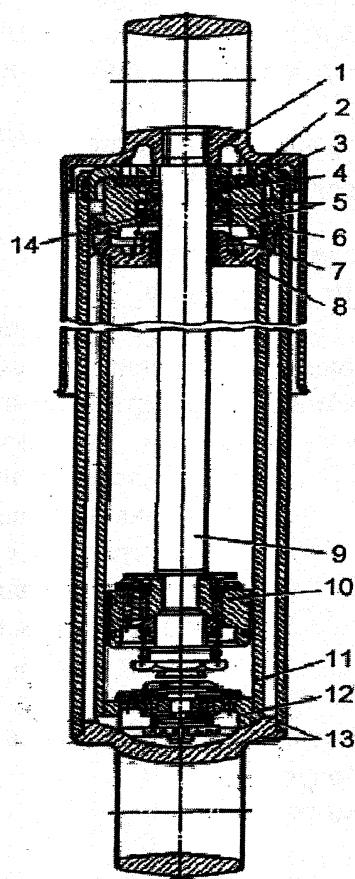
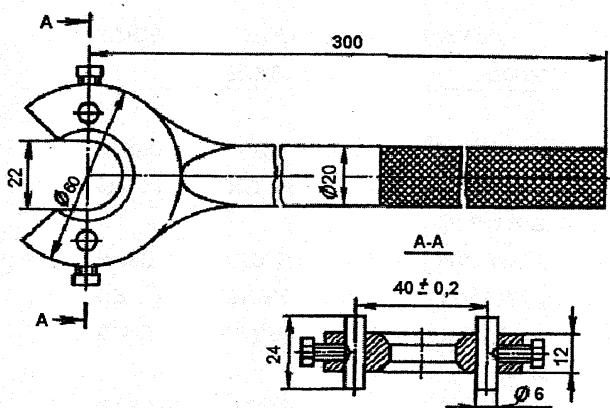

Рис. 44. Амортизатор:
Рис. 45. Ключ для подтяжки
1. Закрепить за нижнюю головку корпус 13 (рис. 44) в тисках и выдвинуть шток 9 с поршнем 10 до отказа вверх;
альным ключом (рис. 45) гайку 2 (см. рис. 44) резер-
- закрепить в тисках корпус 13 (см. рис. 44) за нижнюю головку в вертикальном положении;